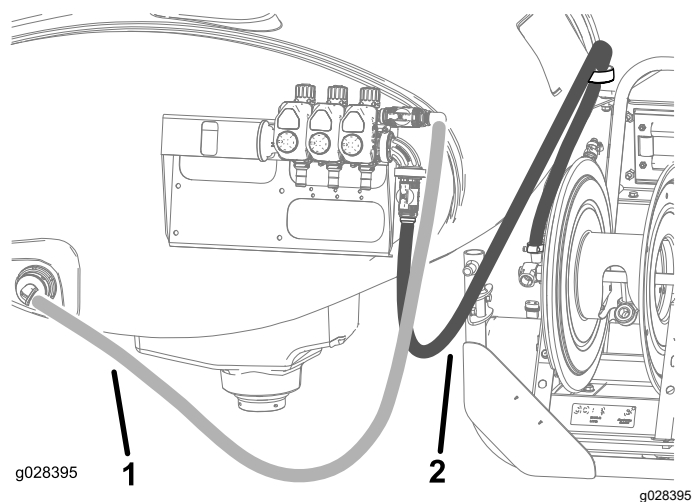

Figure 22
15. Acheminez le flexible d'alimentation comme montré à la Figure 22 et fixez-le au dévidoir avec un collier.